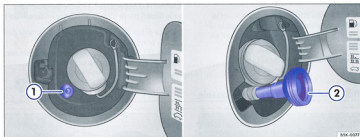

Fig. 124 Dans le panneau latéral arrière à droite : trappe à carburant avec goulotte de remplissage de gaz ① et adaptateur ②.
- Dévissez le capuchon de la goulotte de remplissage de gaz ⇒ fig. 124 ①.
- Vissez l'adaptateur nécessaire ⇒ page 187 sur la goulotte de remplissage de gaz ②.
- Dévissez l'adaptateur de la goulotte de remplissage de gaz ⇒ page 186, fig. 124 ②.
- Dévissez le capuchon sur la goulotte de remplissage de gaz ①.